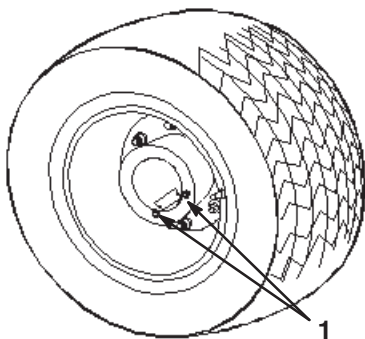

Bild 44
1. Stellen Sie das Sprühgerät auf eine ebene Fläche, wobei die Hinterräder für ein Ablassen positioniert sein sollten, siehe Bild 44.
3. Stellen Sie eine Wanne unter die Ablassschrauben (Bild 44) und entfernen Sie die Schrauben vom Rad.